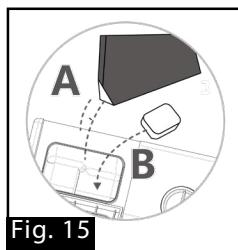

Fig. 15
3. Añada la cantidad necesaria de detergente (Fig. 15).